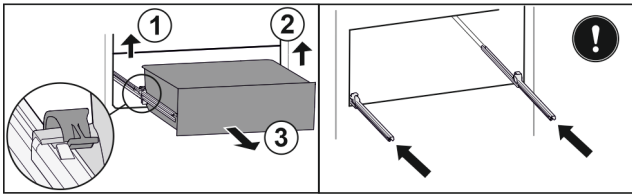

Fig. 101
- ▶ Linke Klemme anheben und gleichzeitig Schubfach links nach vorne ziehen. Fig. 101 (1)
- ▶ Rechte Klemme anheben und gleichzeitig Schubfach rechts nach vorne ziehen. Fig. 101 (2)
- ▶ Schubfach nach vorne entnehmen. Fig. 101 (3)